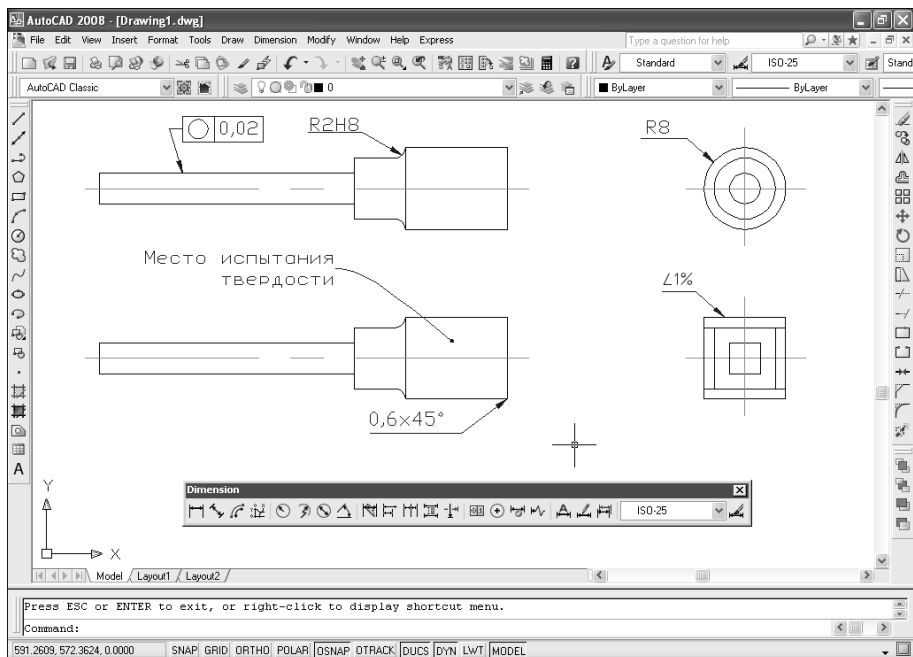

Рис. 7.26. Примеры использования линий-выносок и допусков
*Линия-выноска* соединяет надпись с соответствующим элементом чертежа. Часто линия-выноска начинается стрелкой, указывающей на тот элемент чертежа, к которому относится надпись. *Надпись* может быть представлена текстом, рамкой допуска, блоком или копией другой надписи и располагается рядом с конечной точкой линии-выноски. Если последний сегмент выноски располагается под углом к горизонтали, превышающим  $15^\circ$ , к нему добавляется горизонтальная линия, которая называется *полкой*. На рис. 7.26 показаны примеры нанесения на чертеже линий-выносок, надписей и допусков.